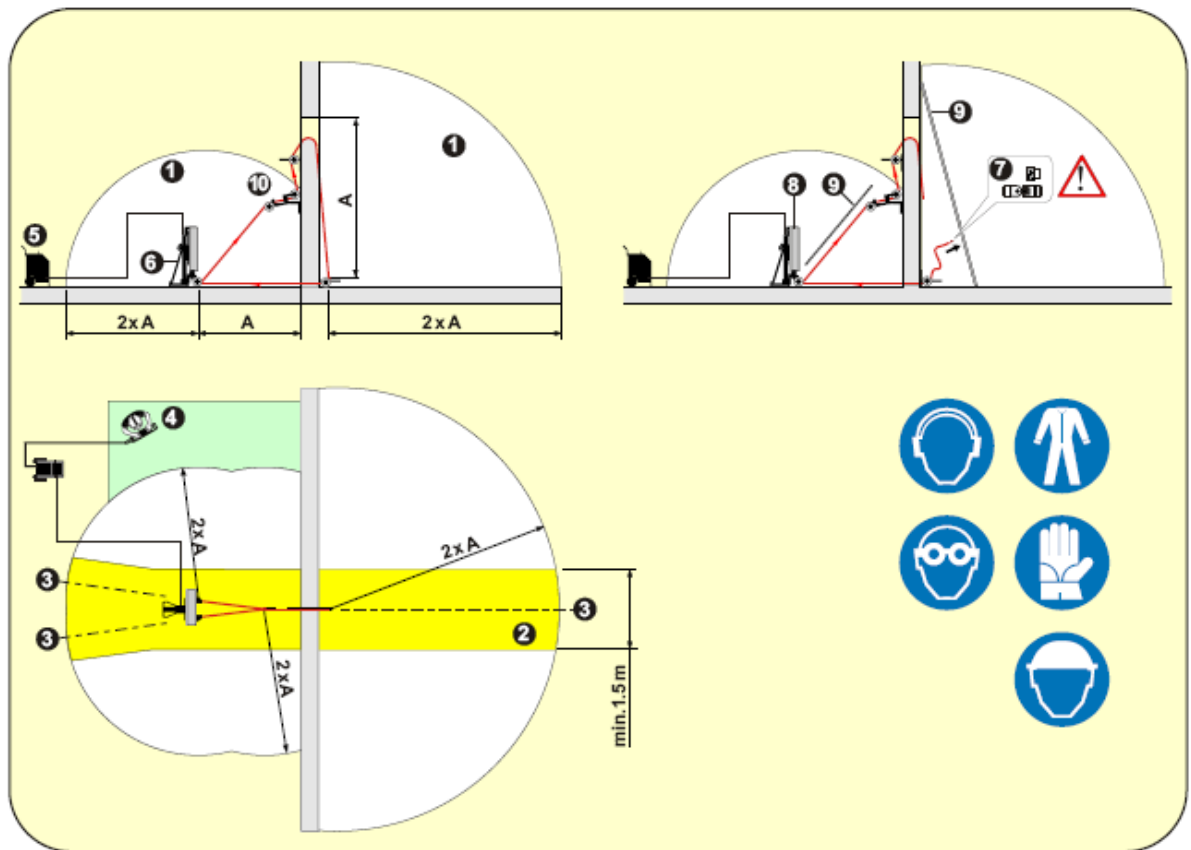

рисунок 1 Зона опасности
- 2.2. Отгородите зону опасности (рисунок 1/2/3/ позиция 1) таким образом, чтобы во время распила в нее не могли попасть люди.
2.8. Ни в коем случае не работать без приспособлений для защиты каната (рисунок 1, позиция 9, рисунок 2-3 позиция 6). Данные приспособления препятствуют неконтролируемому вылету сегментов и запоров при разрыве алмазного каната (рисунок 1/2/3 позиция 7).
Старайтесь не находиться на траектории вылета (рисунок 1 позиция 3) работающего алмазного каната (опасная зона: вылет каната, рис. 1. позиция 2).